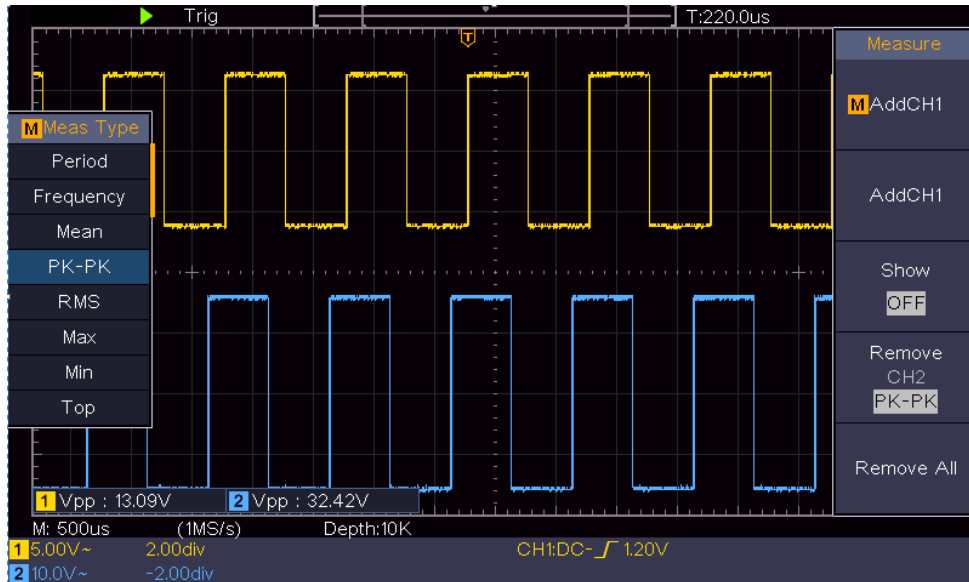

Abbildung 6-2 Wellenform der Verstärkungsmessung
- (1) Drücken Sie die Taste **Autoset**, und das Oszilloskop stellt die Wellenformen der beiden Kanäle automatisch auf den richtigen Anzeigezustand ein.
- (2) Drücken Sie die Taste **Messen**, um das richtige Menü anzuzeigen.
- (3) Wählen Sie **AddCH1** im rechten Menü.
- (4) Drehen Sie im linken Menü Typ den Knopf **M**, um **PK-PK** auszuwählen.
- (5) Wählen Sie im rechten Menü **AddCH1**. Der Spitze-Spitze-Typ von CH1 wird hinzugefügt.
- (6) Wählen Sie im rechten Menü **AddCH2**. Der Peak-to-Peak-Typ von CH2 wird hinzugefügt.
(7) Lesen Sie die Spitze-Spitze-Spannungen von Kanal 1 und Kanal 2 unten links auf dem Bildschirm ab (siehe *Abbildung 6-2*).
(8) Berechnen Sie die Verstärkung des Verstärkers mit den folgenden Formeln.